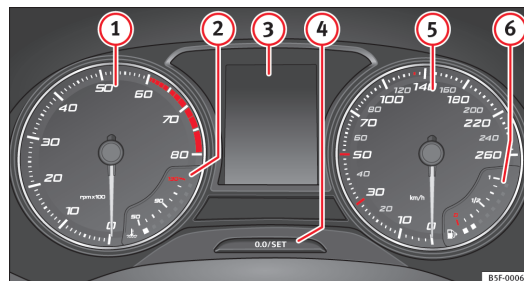

Fig. 36 Tableau de bord, dans la planche de bord.
Explications concernant les instruments ⇒ fig. 36 :
L'écran du tableau de bord ⇒ fig. 36 ③ affiche diverses informations en fonction de l'équipement du véhicule :
- Appuyez brièvement sur le bouton ⇒ fig. 36  pour remettre le compteur kilométrique journalier à 0.
L'indicateur de maintenance s'affiche sur l'écran du tableau de bord → fig. 36 .